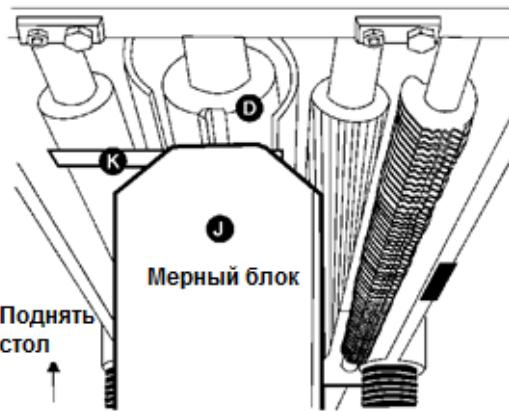

Рис. 27
3. Установите мерный блок (J, см. Рис. 27) на столе непосредственно под строгальным валом (D, см. Рис. 27). Используя щуп толщиной 0,5 мм (K, см. Рис. 27), расположенный в верхней части мерного блока, поднимайте рабочий стол, пока нож не коснется щупа, когда нож находится в самом